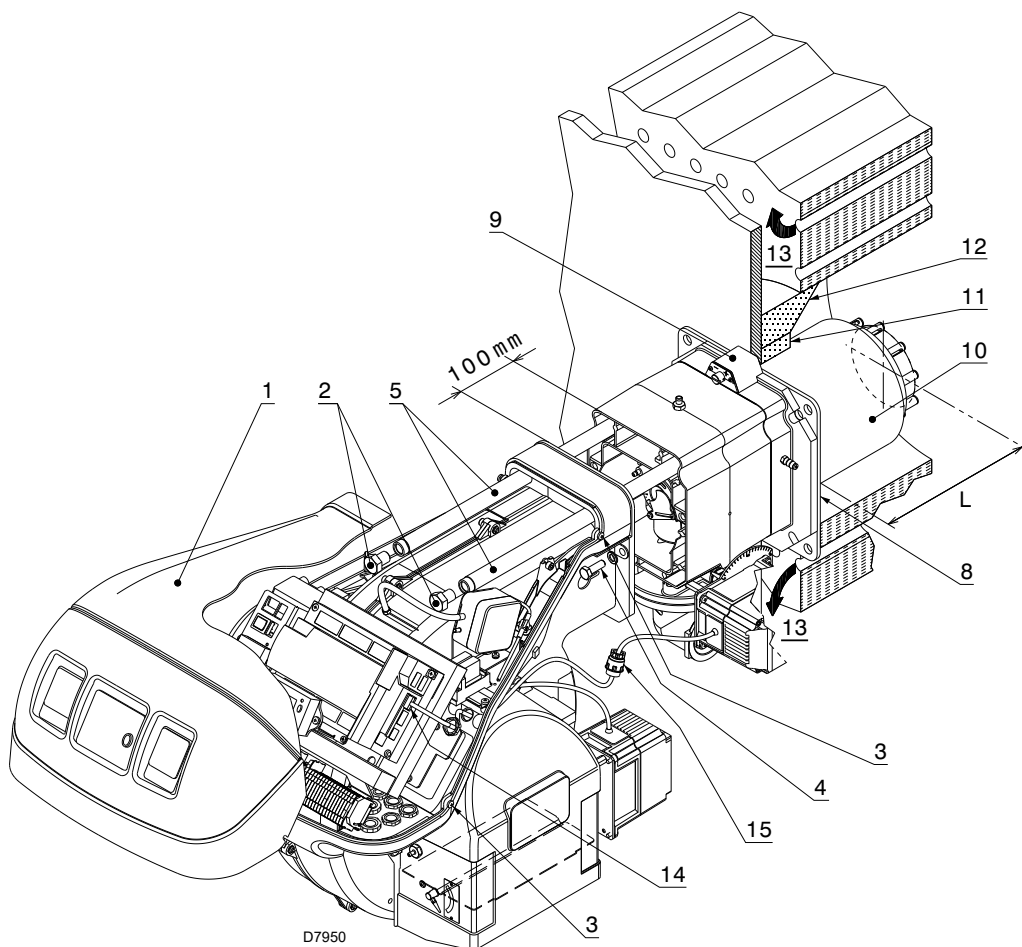

Fig. 16
Pour les chaudières avec circulation de fumées sur l'avant 13)(Fig. 16 à la page 23), réaliser une protection en matériau réfractaire 11), entre réfractaire chaudière 12) et buse 10).
Pour les chaudières dont la partie frontale est refroidie par eau, le revêtement réfractaire 11)-12)(Fig. 16), n'est pas nécessaire, sauf indication expresse du constructeur de la chaudière.
Séparer ensuite la tête de combustion du reste du brûleur, comme dans la Fig. 16; procéder comme suit:
- remonter le brûleur sur les glissières 3) à 100 mm environ du manchon 4) - brûleur dans la position illustrée dans la Fig. 16 à la page 23;
- brancher la fiche du servomoteur 14)(Fig. 16) edet visser le passe-câble 15);